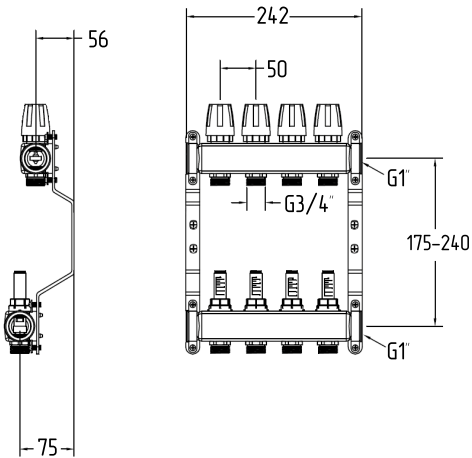

Рис. 1.1. Габаритные размеры коллекторных групп без сливного крана (Таблица 2.1)
1.2.1. Коллекторные группы также поставляются без концевых фитингов с автоматическими воздухоотводчиками и сливными кранами (Рис.1.1 Таблица 2.1).